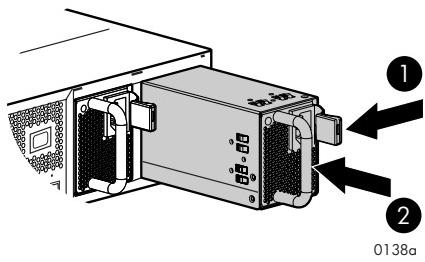

Figure 4 Installation d'un module d'alimentation
2. Tout en appuyant sur le loquet de fixation (1, Figure 4), faites glisser l'alimentation dans le botier jusqu' sa complete insertion dans son emplacement.